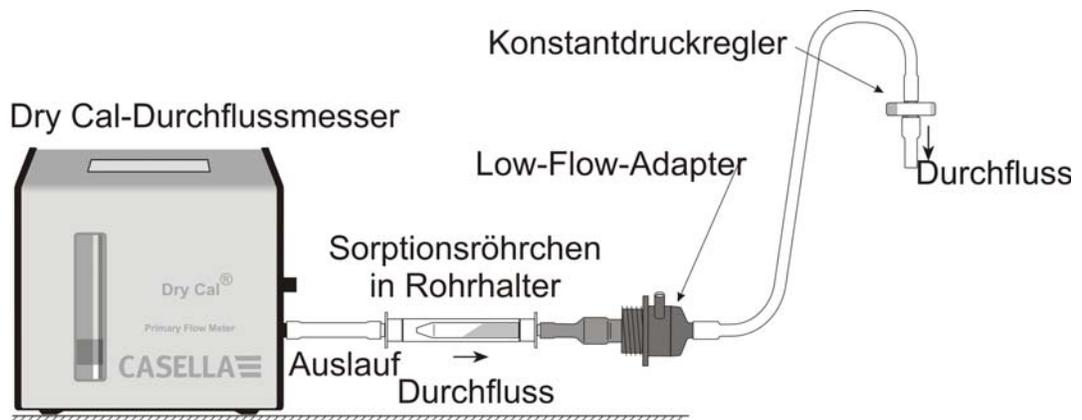

Abbildung 14 Einsatz mit Low-Flow-Adapter
Dies Beispiel setzt voraus, dass die Pumpe 4 Stunden lang in Betrieb sein soll, dann 1 Stunde lang anhält und dann den Betrieb weitere 4 Stunden lang fortsetzt. Benutzen Sie die PFEIL-Tasten, um durch die Stoppmodus-Menüoptionen zu takten (siehe Abb. 14 für Details), bis die PRG1-Anzeige erscheint.
K. EINSATZ MIT LOW-FLOW-ADAPTER (Abb. 14)
3. Von der TUFF-Einlauföffnung aus, schließen Sie in folgender Reihenfolge an: Regler für konstanten Druck, Low-Flow-Adapter, Sorptionsröhrchenhalter und einem Low-Flow-Messgerät wie Dry Flow oder Dry Cal, siehe Abb. 14.